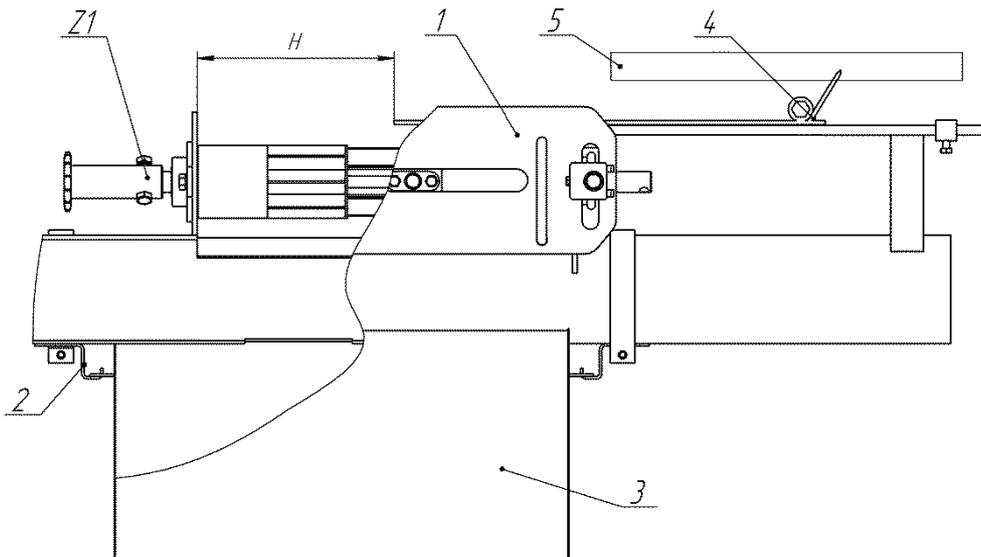

Рис.6 Подготовка к настройке нормы высева
4.7.Открывать шиберные задвижки поз.4 рис.6 выгрузных окон отсеков бункера при работе высевающего аппарата следует на размер  $H=280-300$  мм.
4.8.На внутренние концы валов высевающих аппаратов установить звездочки Z1 рис.6.